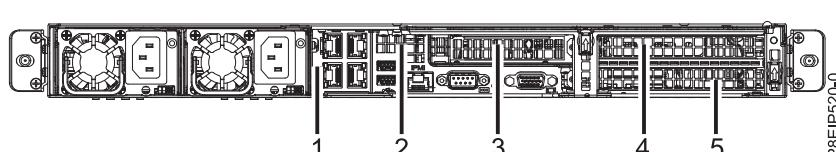

図 32. 8001-12C PCIe アダプターの位置
2. アダプターは、他のアダプターと PCIe ライザー・カードを共有できます。アダプターから外に延びているすべてのケーブルおよびプラグにラベルを付けて、取り外します。図 32 を参照してください。